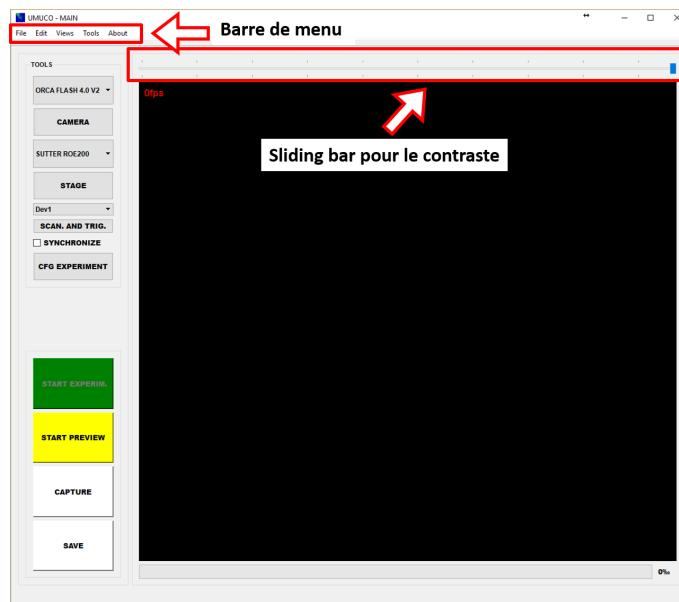

Figure 18 – Interface du logiciel : accueil
- Sur l'interface d'accueil (voir figure 18), cliquer sur *Camera*. Il est possible que le bouton *Camera* ne soit pas encore disponible : il suffit d'attendre quelques minutes, le temps que le logiciel *Umoco* détecte la caméra.
7. Sur l'interface d'accueil (voir figure 18), cliquer sur *Start Preview* (bouton jaune).
10. Sur l'interface d'accueil (voir figure 18), ajuster le contraste avec la *sliding bar*. Vers la gauche = plus de contraste.
14. S'aider des outils d'alignement : Dans la *barre de menu* de l'interface logiciel (voir figure 18), cliquer sur *Tools* et sur *Alignment tools*.
1. Sur l'interface d'accueil (voir figure 18), cliquer sur *CFG Experiment* (7e bouton).
1. Sur l'interface d'accueil (voir figure 18), cliquer sur *Camera*.